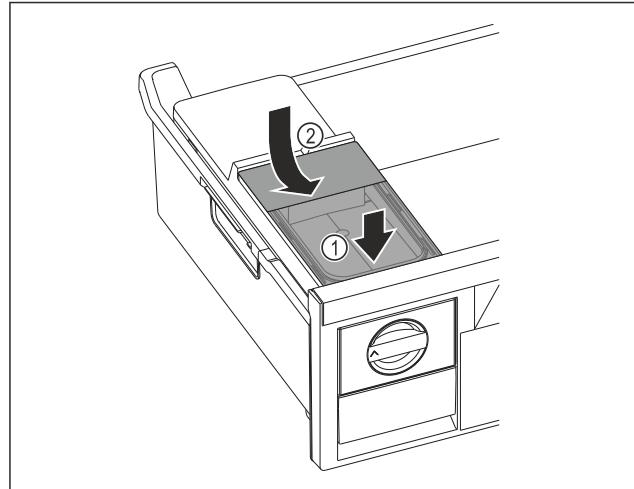

Fig. 86
- Помістити бак для води спереду. Fig. 86 (1)
- Опустити бак для води ззаду. Fig. 86 (2)